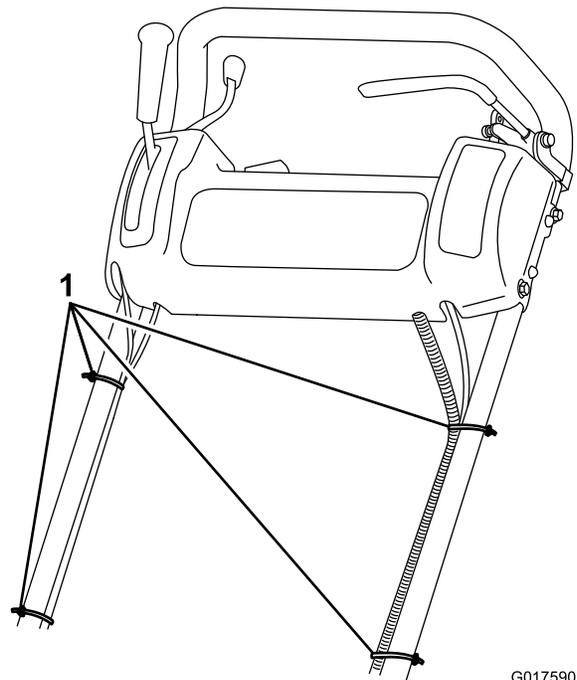

Figura 4
7. Prenda os cabos e cablagem ao manípulo com as braçadeiras de cabo (Figura 4).